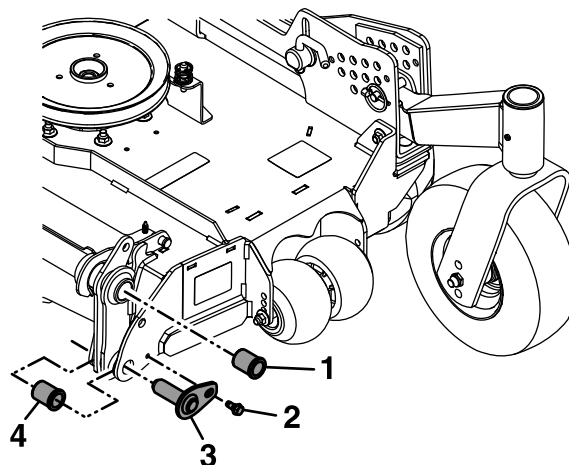

Figure 86
14. Retirez les douilles à embase des points de pivot supérieurs et nettoyez l'alésage (**Figure 86**).
18. Retirez et conservez les boulons des points de pivot inférieurs (**Figure 83** et **Figure 86**).